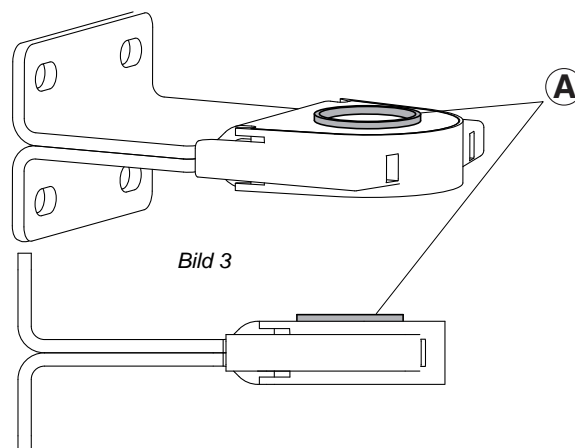

Bild 3
**ACHTUNG:** Bei der Montage des Torflansches ist darauf zu achten, daß der Wulst der Buchse (A) nach oben zeigt. (Bild 3)